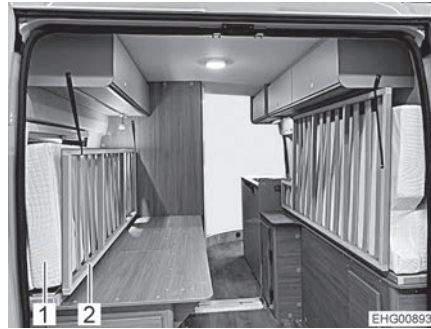

Fig. 70 Matelas et sommiers en position de transport
- Plier également le matelas (Fig. 70,1) du lit gauche sur sa longueur et le pousser sur son chant le plus à l'extérieur possible (voir Fig. 70).
- Rabattre le sommier (Fig. 70,2) du lit gauche vers le haut.